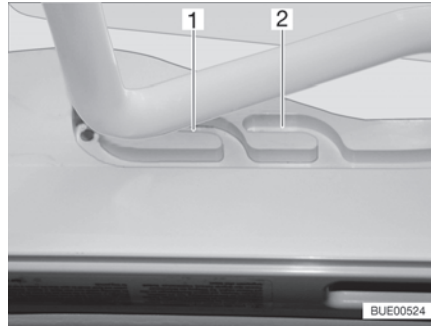
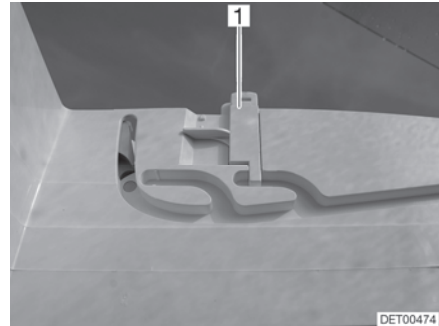

Bild 45 Spår (ventilationsläge)
Bild 46 Lås (ventilationsläge)
Heki-takluckan kan ställas i två ventilationslägen: Läget för dåligt väder (Bild 45,1) och mittläget (Bild 45,2). Beroende på modell kan takluckan låsas i mittläget med de båda spärrarna (Bild 46,1) till höger och vänster om ramen till takluckan.
- Tryck bygeln lätt uppåt och skjut in den i det valda spåret (Bild 45,1 eller 2) och lås eventuellt.